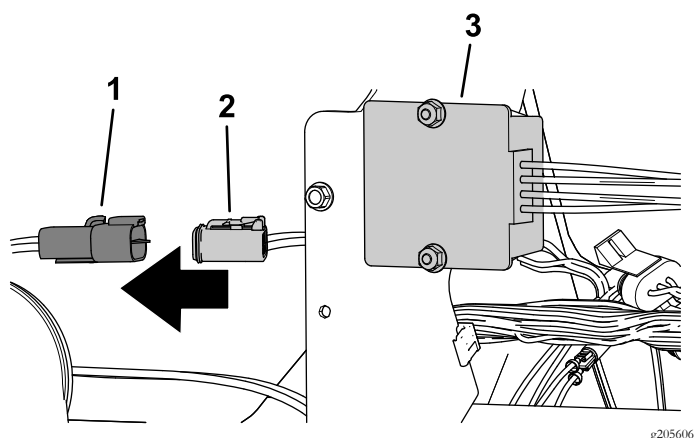

图7
5. 将无线小时表线束上的阳性 4 针接头连接到主机线束上的阴性 4 插槽接头图7。